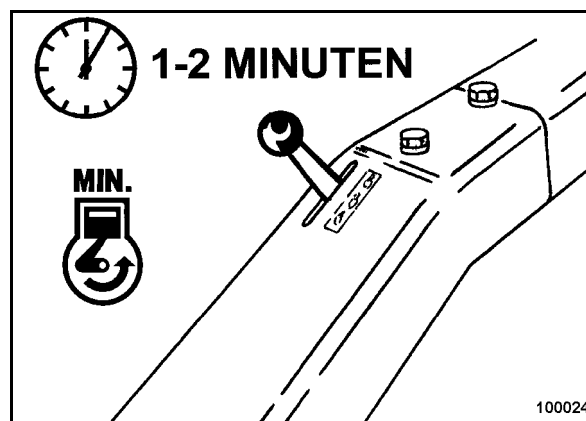

Fig. 37
- Poner la palanca reguladora del r.p.m. (Fig. 37) a posición "MIN" (marcha en vacío), y para compensación de temperatura dejar el motor en marcha algún tiempo en ralentí.